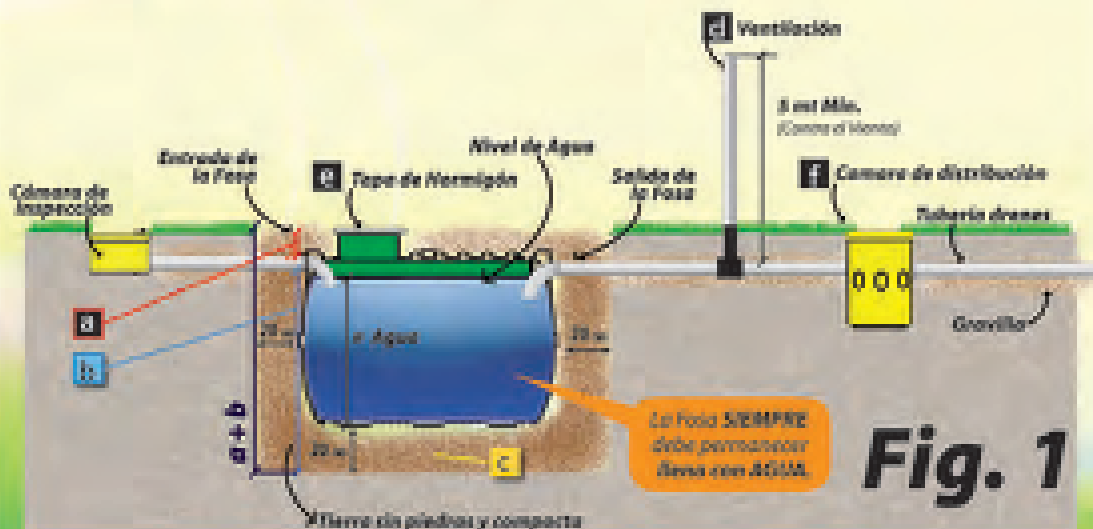

Fig. 1
REFERENCIA: FIG. 1
Para determinar la profundidad debe ubicar la última cámara de registro o inspección a la cual será conectada la entrada de la fosa y medir a qué profundidad está el tubo que reúne las aguas del baño(s) y la cocina de la superficie. **2** Fig. 1
- 2** A esto sumar el **diámetro de la fosa más 20 cm** para el relleno **3** Fig. 1
- 3** Rellene el fondo de la excavación con **20 cm** de tierra seca sin piedras y compáctela **4** Fig. 1
d Fig. 1
f Fig. 1